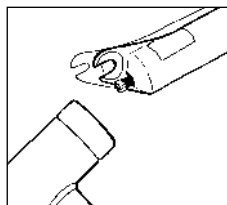

Fig. 5
5. Entfernen Sie die 8 mm Befestigungsmutter für die Kartusche auf der Seite mit dem Dämpfer mit einer 8 mm Nuß. Lösen Sie die Führungsschraube um ein paar Umdrehungen mit dem 5 mm Inbus-Schlüssel und schlagen Sie kräftig mit einem Gummihammer auf die Schraube, um die Führungsstange im unteren Rohr zu lösen (s. Abb. 5). Entfernen Sie die Schraube.